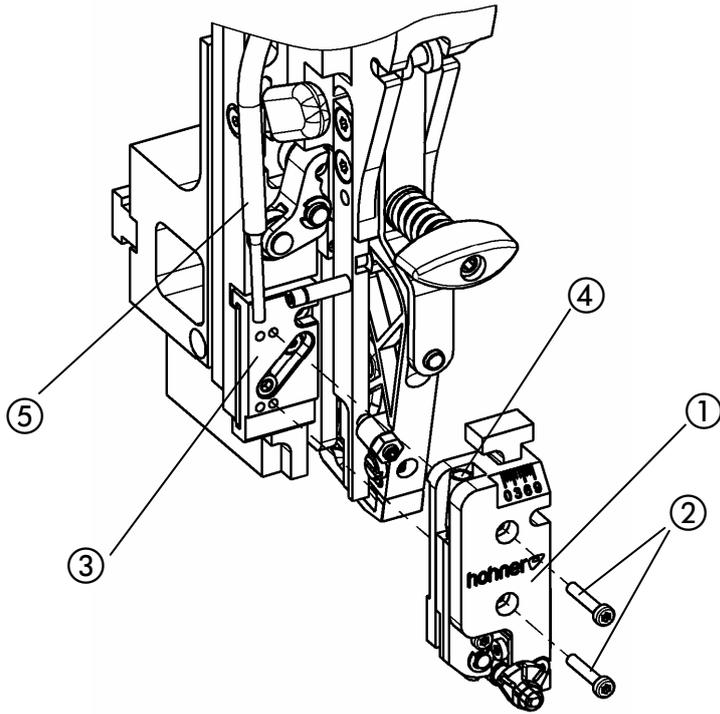
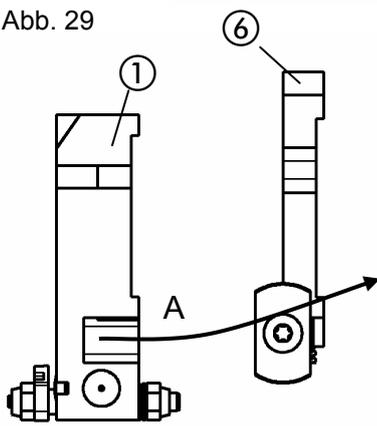
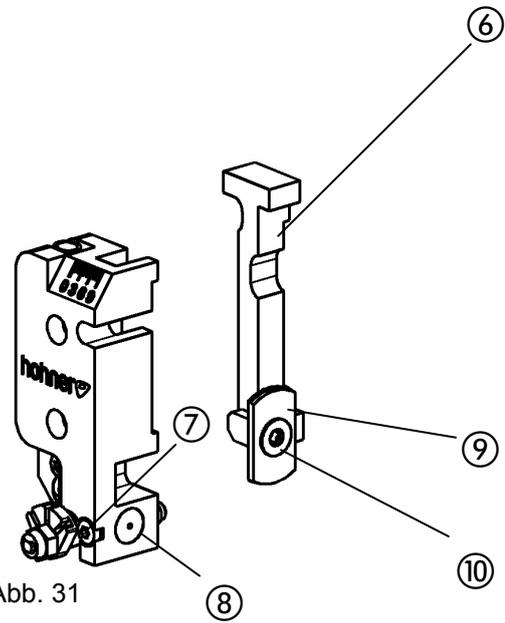
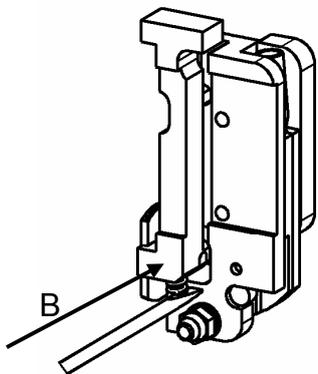

Abb. 29
Abb. 30
Abb. 31
Abb. 32
- Abb. 29-
- Zum Austausch der Messer Messerkasten ① durch Lösen der Schrauben ② von der Führung ③ abnehmen.
- Abb. 30 -
- Messerschieber ⑥ aus dem Messerkasten ① herausschieben (Pfeil A)
- Abb. 32 -
- Messerschieber ⑥ wieder in den Messerkasten ① einbauen (Pfeil B). Dabei Druckfeder des Messerschiebers mit einem Schraubendreher zusammendrücken und in den Messerkasten einschieben. **Beachten**, dass Druckfeder nicht umgebogen wird.
- Drahtführungsrohr ⑤ in Bohrung ④ am Messerkasten stecken.
- Messerkasten ① auf die Führung ③ aufsetzen (Darauf achten - rechte Befestigungsgewinde für Normklammer und linke Befestigungsgewinde für Ringösenklammer).
- Schrauben ② festziehen.
- Abb. 31-
- Befestigungsschraube ⑩ herausdrehen.
- Flachmesser ⑨ umdrehen bzw. ersetzen und Befestigungsschraube ⑩ festziehen.